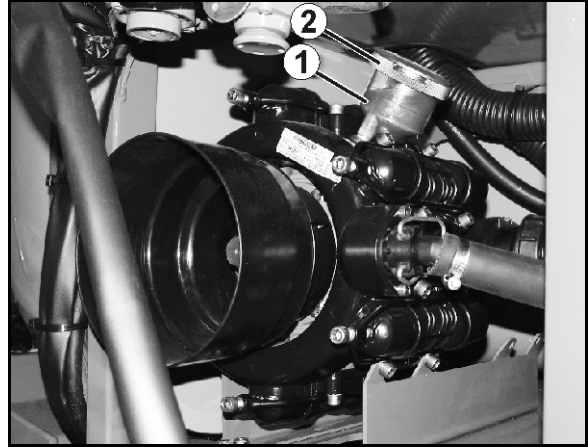

Bild 172
- Beakta respektive monteringsläge för ventilerna på sug- och trycksidan, före borttagning av ventilgrupperna (Bild 172/5).
- Se till att ventilstyrningen (Bild 172/9) inte skadas vid hopsättning. Skador kan leda till att ventilerna sätts igen.
- Dra åt muttrarna (Bild 172/1, 2) korsvis med angivna åtdragningsmoment. Felaktig åtdragning av skruvarna leder till spänning och därmed till läckage.
2. Lossa skruvarna (Bild 172/1) och ta bort spännbygeln (Bild 172/2).
3. Ta loss sug- och tryckkanalerna (Bild 172/3 Bild 172/4).
4. Ta bort ventilgrupperna (Bild 172/5).
5. Kontrollera ev. skador eller slitage på ventilsäte (Bild 172/6), ventil (Bild 172/7), ventilsfjäder (Bild 172/8) och ventilstyrning (Bild 172/9).
6. Ta loss O-ringen (Bild 172/10).
8. Montera ventilgrupperna (Bild 172/5) när du kontrollerat och rengjort dem.
9. Sätt dit nya O-ringar (Bild 172/10).
10. Fäst sug- (Bild 172/3) och tryckkanalerna (Bild 172/4) på pumphuset och montera spännbygeln (Bild 172/2).
11. Dra åt skruvarna (Bild 172/1) korsvis med ett åtdragningsmoment på **11 Nm**.